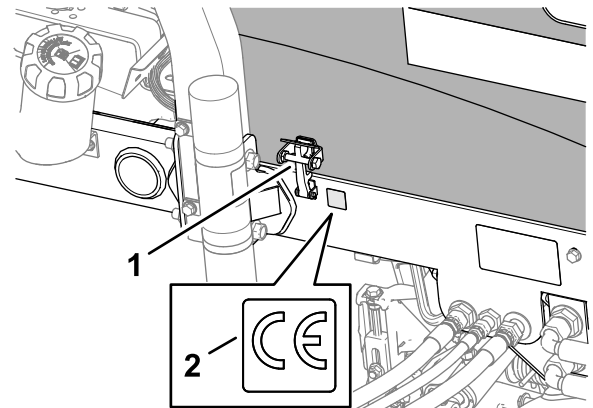

Figure 22
4. Retirez la pellicule protectrice au dos de l'autocollant CE (réf. 133-8095), et appliquez-le sur le cadre, comme montré à la Figure 22.